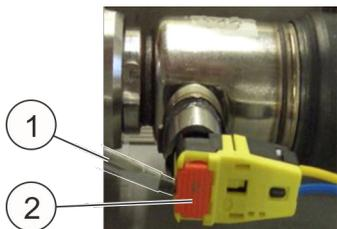

Fig. 86 : Connecteur d'allumage
- 11.** Avec un petit tournevis (Fig. 86 /1), appuyer sur le blocage rouge (Fig. 86 /2) au niveau du connecteur d'allumage pour le faire sortir.